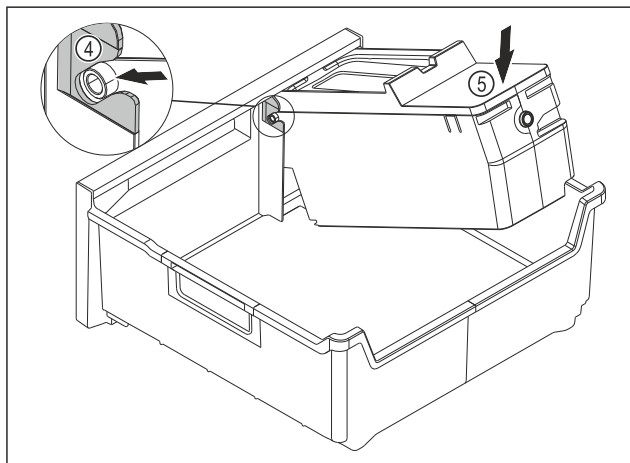

Fig. 246
- Montáž korpusu EasyTwist-Ice: Osy korpusu EasyTwist-Ice zasuňte do vedení Fig. 246 (4).
- Stlačte korpus EasyTwist-Ice Fig. 246 (5) vzadu dolů.